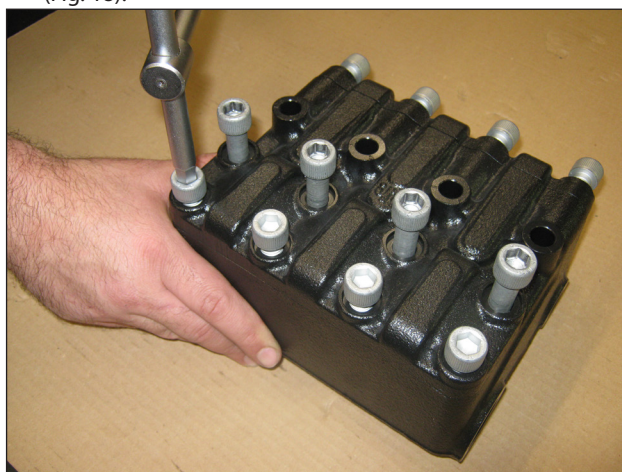
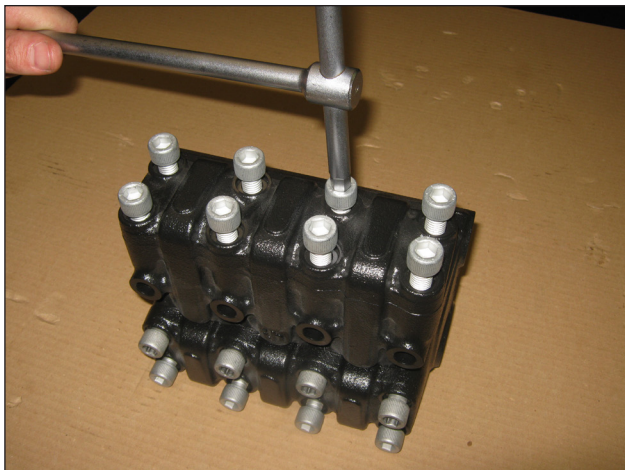

Fig. 16
Fig. 17
- Svitare le 4 viti M12x130 e 4 viti M12x45 fissaggio coperchio valvole aspirazione le 8 viti M12x35 fissaggio coperchio valvole di mandata (Fig. 16 e Fig. 17);